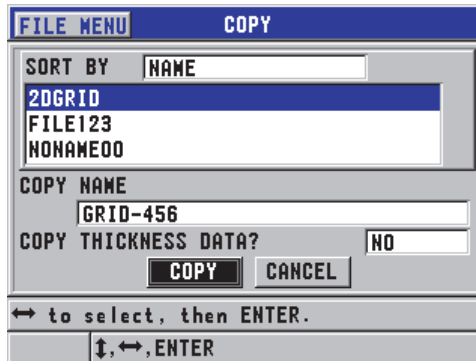

Figura 6-28 Copiar arquivo
2. Na tela **COPY** (veja Figura 6-28 na página 121).